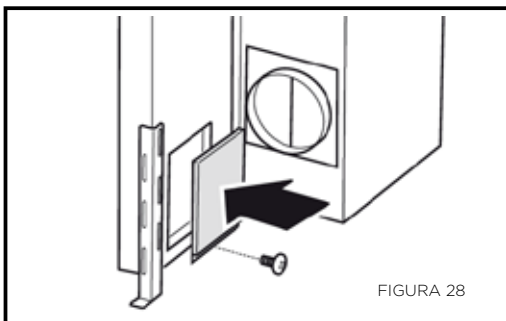

FIGURA 28
- Cierre la caja de terminales y fíjela con un tornillo (FIGURA 28).